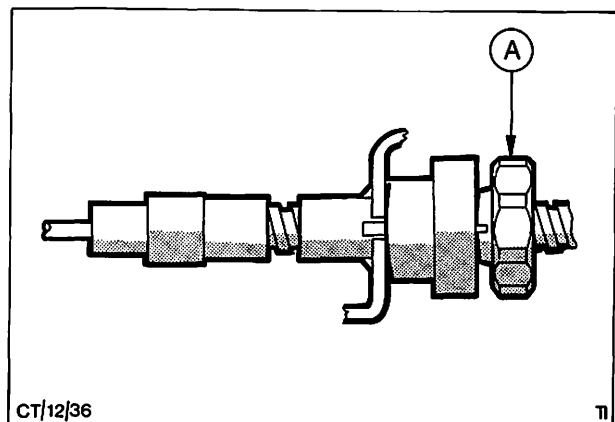

Abb. 10 A = Einstellmutter
5. Handbremsseilzüge mit der Einstellmutter am rechten Widerlager, Abb. 10, so vorspannen, daß die Prüfstifte in den Bremsträgern jeweils ein Spiel von 1,0 . . . 1,5 mm haben. Um die beiden Spielwerte auszugleichen, kann der Seilzug von Hand durch den Ausgleichbügel entsprechend verschoben werden.
4. Handbremsseilzüge mit der Einstellmutter am rechten Widerlager, Abb. 10, so vorspannen, daß die Prüfstifte in den Bremsträgern jeweils ein Spiel von 1,0 . . . 1,5 mm haben. Um die beiden Spielwerte auszugleichen, kann der Seilzug von Hand durch den Ausgleichbügel entsprechend verschoben werden.